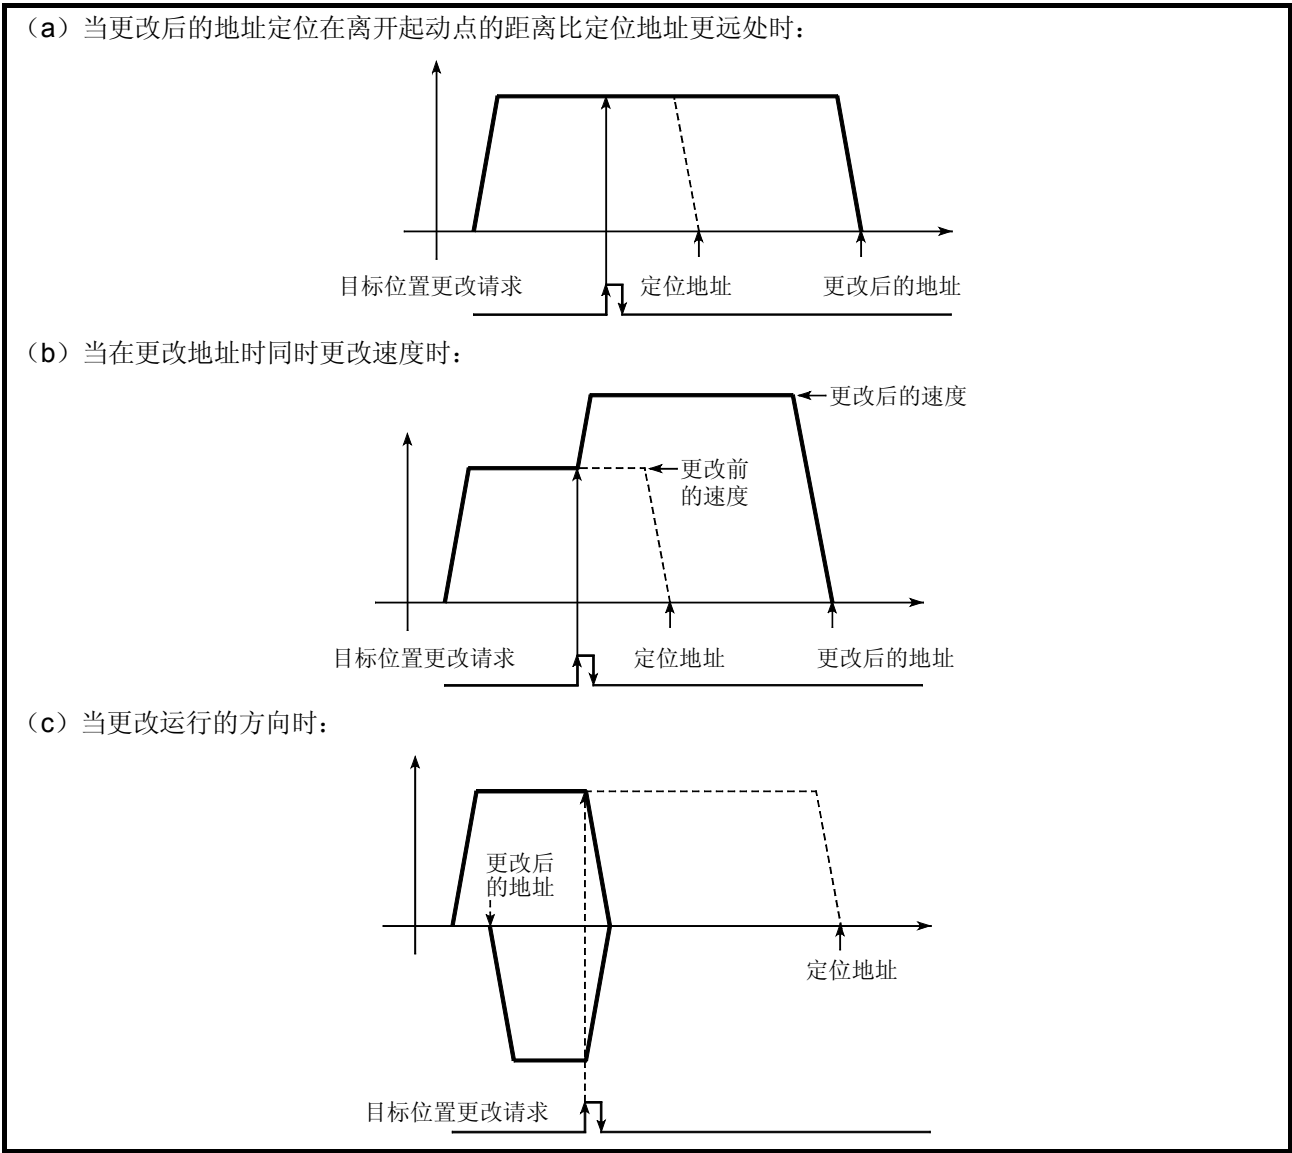

图 12.41 目标位置更改运行
- (1) 如果从停止位置到新目标位置的定位移动方向反向，则停止运行一次，然后定位到新目标位置。（参考图 12.41 (c)。）
- (2) 如果为更改命令速度而设置一个超过速度极限值的命令速度，则会给出警告，并且新命令速度会是速度极限值（警告代码：501）。